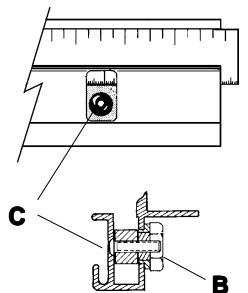

Figure 28
**NOTE:** One end of each squaring edge bar is fixed in position by its **PIVOT SCREW** near the cutting line. Each of the bars can be raised or lowered slightly by rotating them around their **PIVOT SCREW**. This is done by turning **ECCENTRIC NUTS (B)**, **Figure 28**, one in the **RIGHT SQUARING EDGE BAR** and two in the left. The **LEFT SQUARING EDGE BAR** is very long, so two **ECCENTRICS** are provided to assure the **SQUARING EDGE BAR** can be adjusted straight.
**HINWEIS:** An dem Ende von jeder **Winkelleiste**, das der Schnittlinie am nächsten liegt, befindet sich eine **Stellschraube**, welche die **Winkelleiste** hält. Jede dieser Leisten kann mit diesen **Stellschrauben** ein wenig angehoben oder gesenkt werden, indem Sie um diese **Stellschrauben** gedreht werden. Das wird durch ein Drehen der **Exzentrilmutter (B)**, **Abbildung 28**, von denen sich eine in der **rechten Winkelleiste** und zwei in der **linken Winkelleiste** befinden. Da die **linke Winkelleiste** sehr lang ist wurden zwei **Exzentrilmutter** eingebaut, um sicherzustellen, daß die **Winkelleiste** genauestens eingestellt werden kann.
**N.B.** Un côté de chaque barre de bord d'équarrissage est maintenu en position grâce à une **VIS PIVOTANTE** près de la ligne de coupe. Chacune des barres peut être abaissée ou relevée légèrement en les faisant pivoter autour de leur **VIS PIVOTANTE**. Ceci est accompli en faisant tourner les **BOULONS EXCENTRIQUES (B)**, **Figure 28**, un dans la **BARRE DE BORD D'ÉQUARRISSAGE DROIT** et deux dans la gauche. La **BARRE DE BORD D'ÉQUARRISSAGE GAUCHE** étant très longue, deux **BOULONS EXCENTRIQUES** sont fournis pour assurer que la **BARRE DE BORD D'ÉQUARRISSAGE** peut être ajustée correctement.